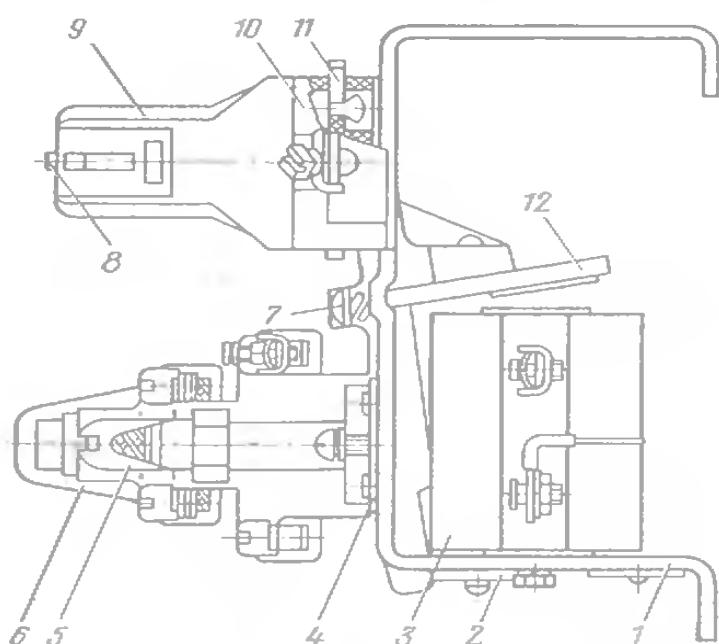

Рис. 72. Электромагнитный контактор типа МК:
**Контакторы типа МК.** Электромагнитные контакторы типа МК применяются для коммутации цепей возбуждения возбудителя и тягового генератора и цепей вспомогательных электродвигателей. Все элементы контактора (рис. 72) собраны на скобе 1. Якорь 12 вращается на призмах, поджатых пружинами 7. Главная контактная система состоит из контактной колодки 10 с неподвижными контактными скобами и дугогасительными катушками, траверсы 8 с контактными мостиками и дугогасительной камеры 9. Подпружиненные колодки 11 предназначены для фиксации положения дугогасительной камеры. Для ее снятия следует пожать на выступающие части колодок 11 и потянуть камеру на себя.